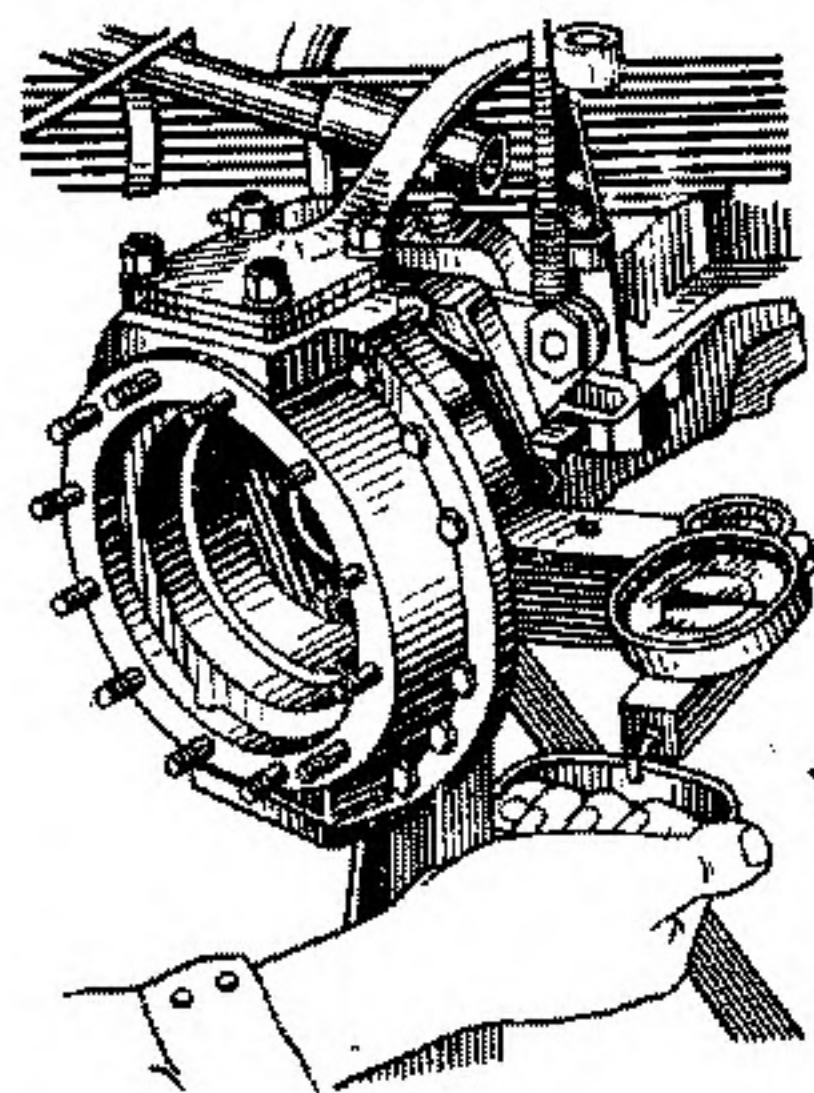

Рис. 47. Проверка затяжки подшипников шкворней поворотного кулака автомобиля ГАЗ-66-11 с помощью динамометра
10. При проверке динамометром (рис. 47) усилие, приложенное к поворотному рычагу поперечной рулевой тяги в месте шарового пальца, должно быть 2,25—3,75 кгс при плавном движении динамометра.